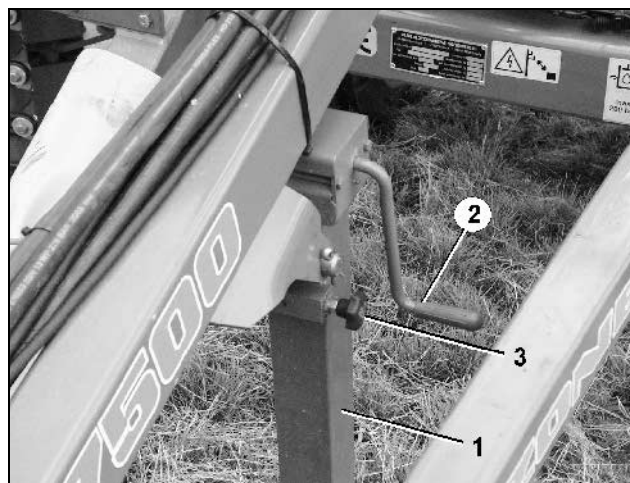

Fig. 18
Støttefoden (Fig. 18/1) anbringes i transportstilling:
- Håndsvinget (Fig. 18/2) benyttes til at hæve støttefoden
- Bolten (Fig. 18/3) fjernes